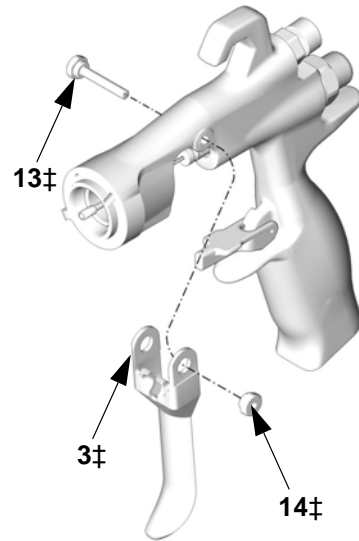

图 37
- 用喷枪工具 (30)和螺母起子 (29)卸下扳机枢轴销螺母 (14‡)、枢轴销 (13‡)和扳机 (3‡)。见图37。